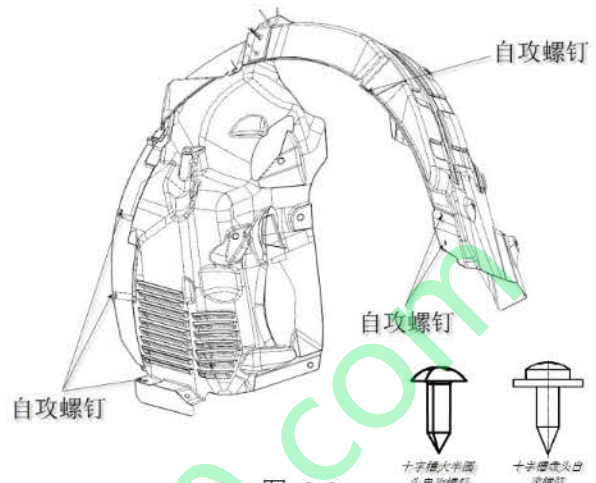

图 2-9
(1) 用十字螺丝刀拆卸与前保险杠连接的 3 个螺钉，拆除后侧与裙板连接的 2 个自攻螺钉，以及与车身连接的 1 个自攻螺钉，如图 2-9 所示：